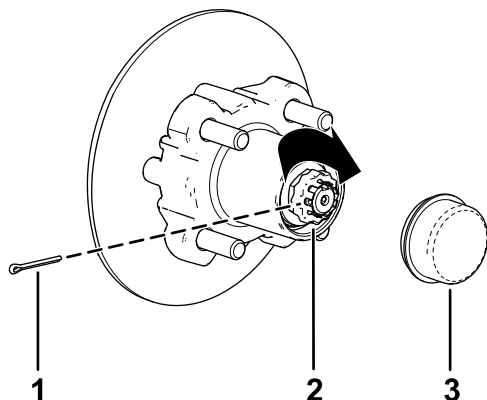

Figure 43
sont alignés et permettent d'insérer la goupille fendue (Figure 43).
9. Insérez la goupille fendue et repliez chaque jambe autour du frein d'écrou (Figure 43).
10. Reposez le couvercle-moyeu sur le moyeu (Figure 43).